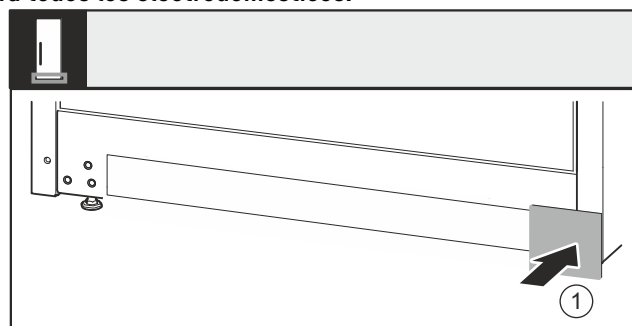

Fig. 38
- Vuelva a colocar la cubierta Fig. 38 (1) en el otro lado.